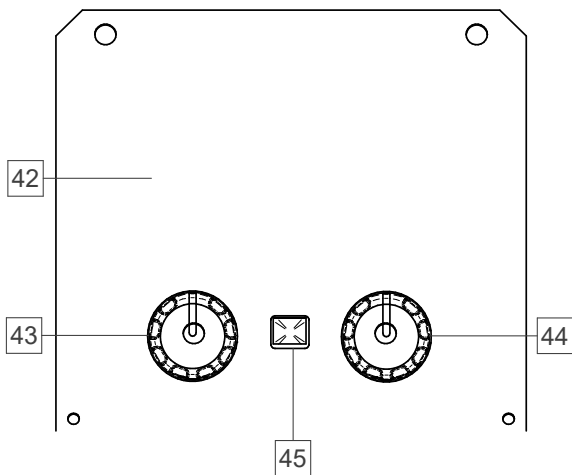

Рисунок 8
- Расширенный вид (Рисунок 8)
- Выберите один из видов (Стандартный – Рисунок 7 или Расширенный – Рисунок 8).